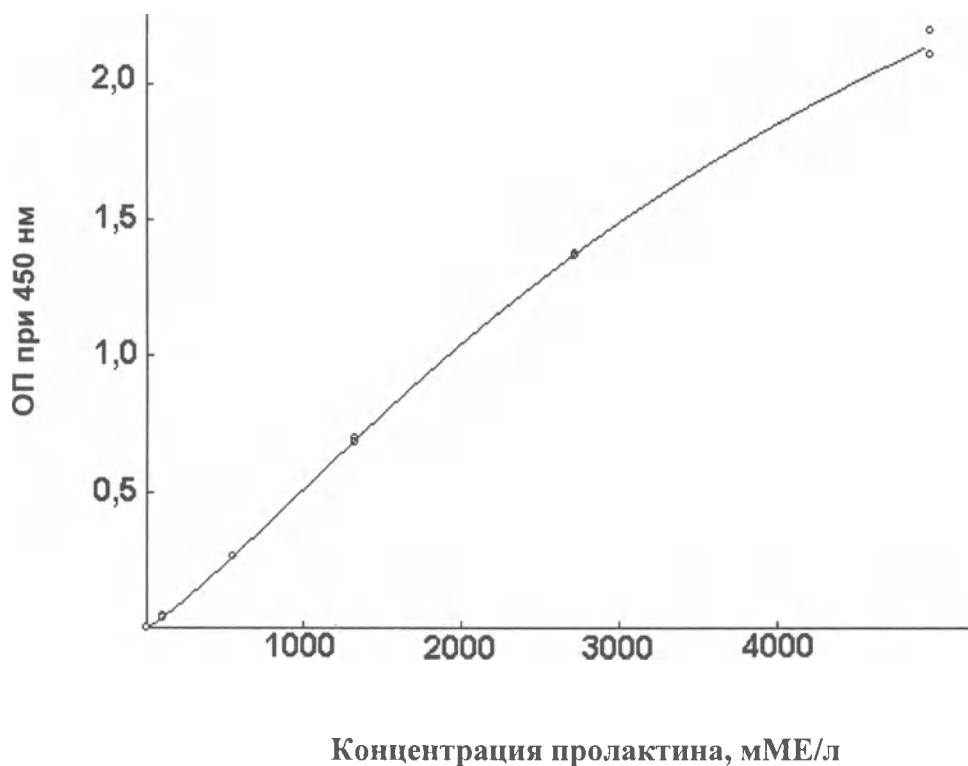

Рисунок 2. Типичный калибровочный график
9.1. Построить калибровочный график зависимости оптических плотностей от концентрации пролактина (мМЕ/л) в калибровочных пробах (Рисунок 2). Внешний вид графика зависит от способа преобразования осей